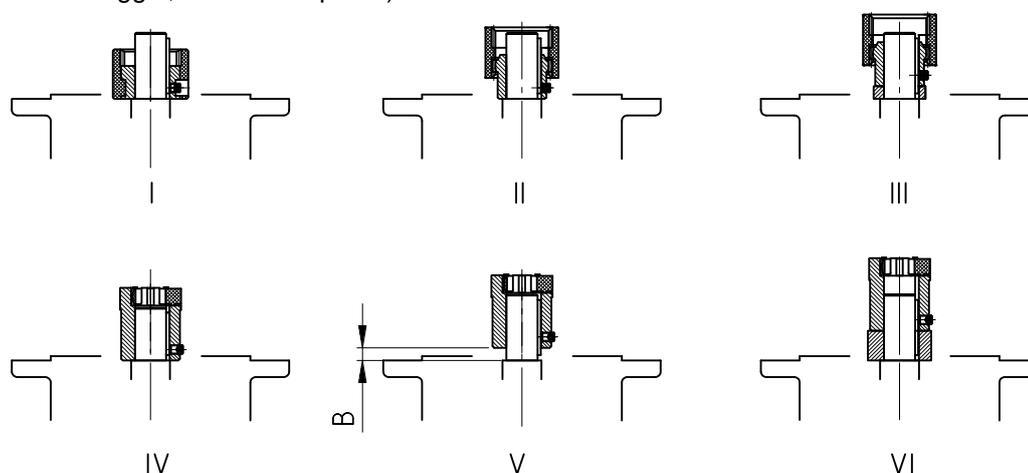

Figura 3-14: montaggio di diverse tipologie di giunto sull'albero motore
160, 180 e 225. Nel caso di riduttori coassiali STANDARD, si deve rispettare la misura B tra il giunto e lo spallamento (vedere figura 3-14). **Gli adattatori NEMA** richiedono la regolazione del giunto in accordo con le specifiche indicate sulla targhetta adesiva.
6. Applicare il motore all'adattatore; non dimenticare la stella e/o la bussola dentata (vedere figura 3-14).